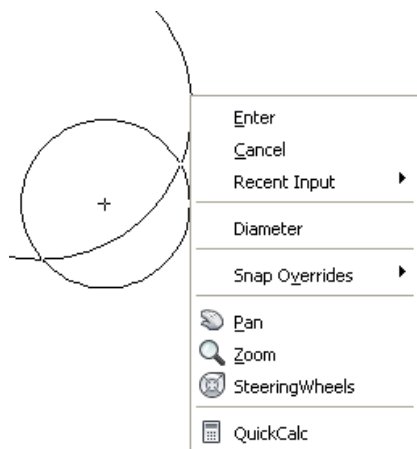

Рис. 2.13
- *команди* – викликається при виконанні будь-якої команди, містить набір ключів, що відображається в командному рядку і полегшує виконання поточної команди за допомогою мишки (рис. 2.13);